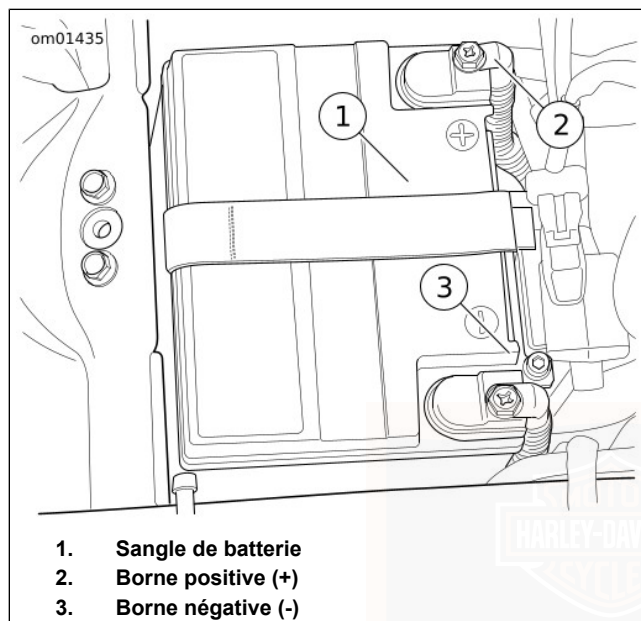

Figure 69. Compartiment de batterie (FLHXXX illustré)
5. Voir Figure 69. Retirer le câble négatif (noir) de la batterie de la borne négative (-) de la batterie.
1. Voir Figure 69. Placer la batterie complètement chargée dans le compartiment ayant les bornes vers le devant du véhicule. Poser la sangle de batterie sur le dessus de la batterie.